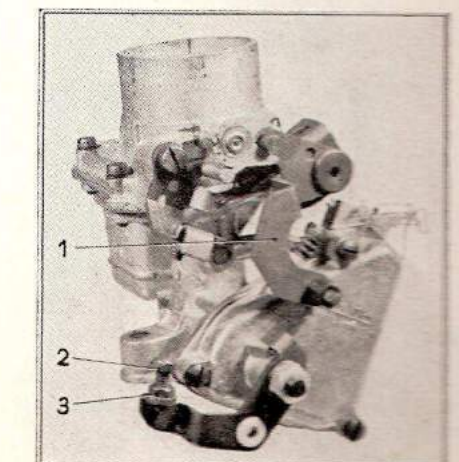

Fig. M 28.
Si la vis (2) est dérégulée procéder de la façon suivante (fig. M 28) :